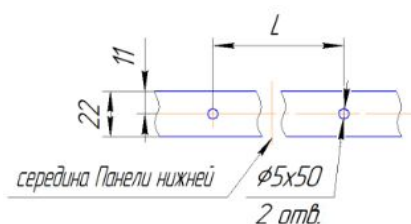
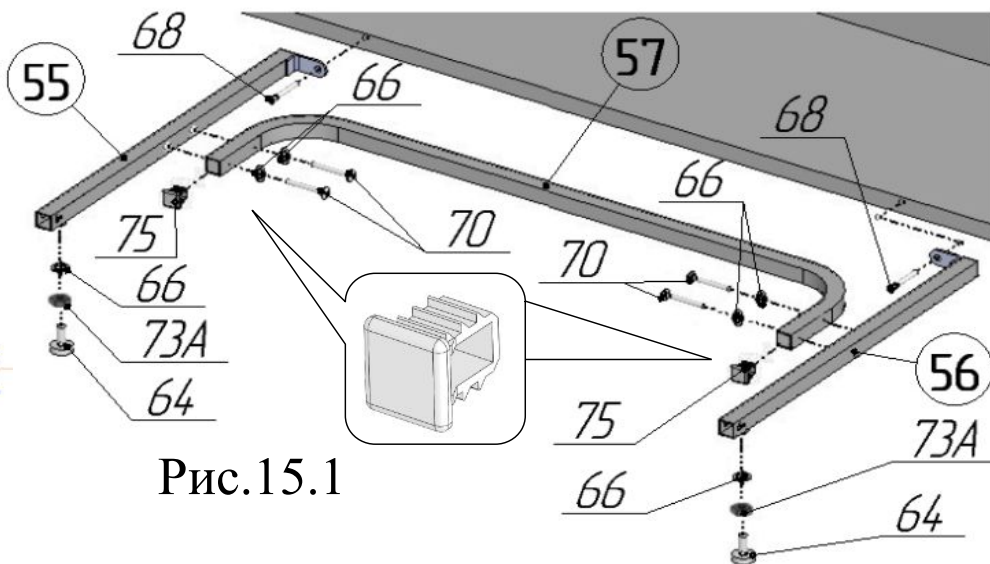
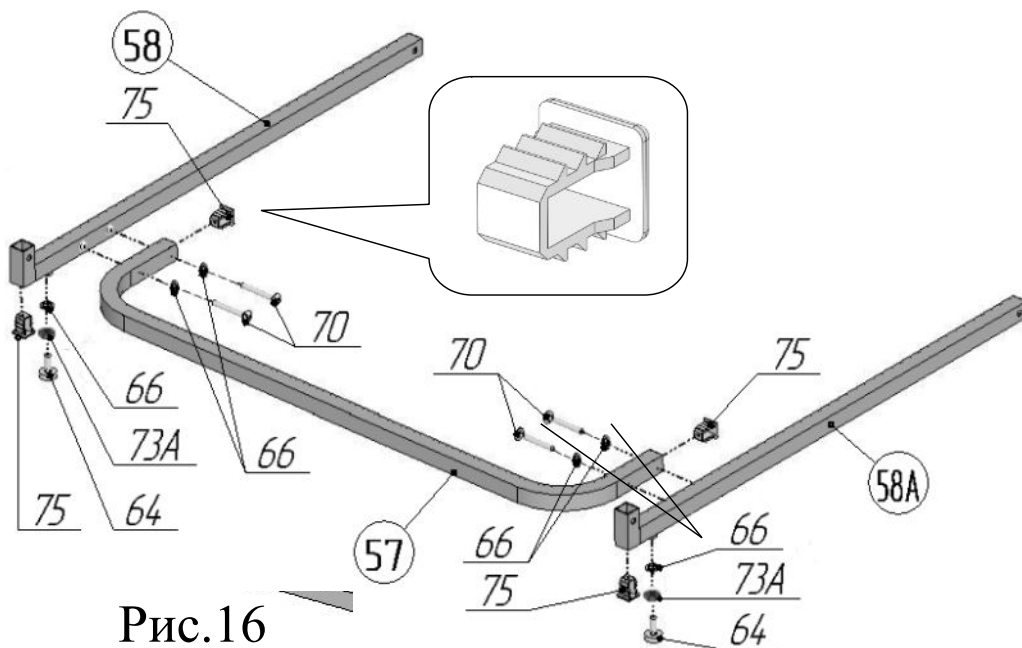

Рис.15.2
Рис.15.1
Рис.16
17. В торцы перемычки поз.57 вставить заглушки 20x20 поз.75 в соответствии с рис.15.1. К перемычке поз.57 присоединить упоры поз.55 и поз.56, используя винты М6х35 поз.70 и шайбы стопорные поз.66 в соответствии с рисунком 15.1. Во встроенные гайки упоров поз.55,56 ввернуть ножки поз.64, предварительно навинтив на них гайки М8 ГОСТ поз.73А и надев на стержни ножек шайбы стопорные поз.66. Просверлить в панели нижней поз.43 отверстия ф5х50 в соответствии с рис.15.2, L=648мм. Присоединить собранную конструкцию к коробу с помощью винтов-конфирматов поз.68 (рис.15.1).
поз.58, 58А, используя винты М6х35 поз.70 и шайбы стопорные поз.66 в соответствии с рисунком 16. Во встроенные гайки ног поз.58 и 58А ввернуть ножки поз.64, предварительно навинтив на них гайки М8 ГОСТ поз.73А и надев на стержни ножек шайбы стопорные поз.66. В ноги поз.58 вставить заглушки 20x20 поз.75 в соответствии с рисунком 16. После окончательной сборки стола отрегулировать ножки поз.64, установленные в данном пункте и п.16. Затянуть гайки поз.73А таким образом, чтобы шайбы поз. 66 оказались прижаты к ногам поз.58, 58А (рис.16) и упорам поз.55,56 (рис.15.1).